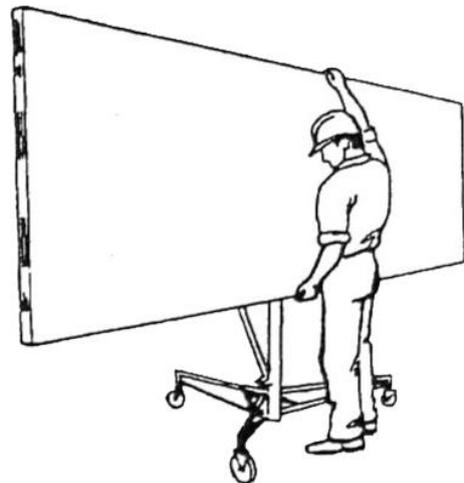

Bild 10
5. Halten Sie die Gipskartonplatte mit der Papierseite gegen den geneigten Plattenträger und laden Sie die Platte, wie in **Bild 10** zu sehen, auf den Plattenträger. Setzen Sie die Platte auf die Plattenstützhaken und lehnen Sie diese vorsichtig gegen die Querträger.